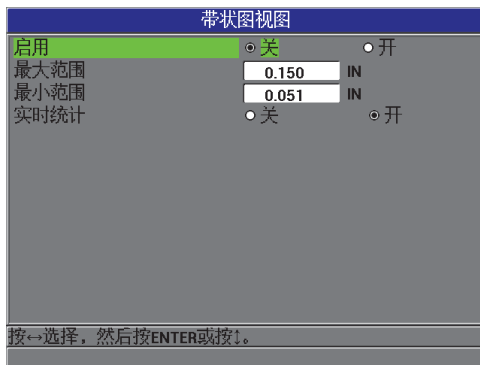

图 5-8 带状图视图屏幕
3. 在带状图视图屏幕中（参见第 100 页的图 5-8）：